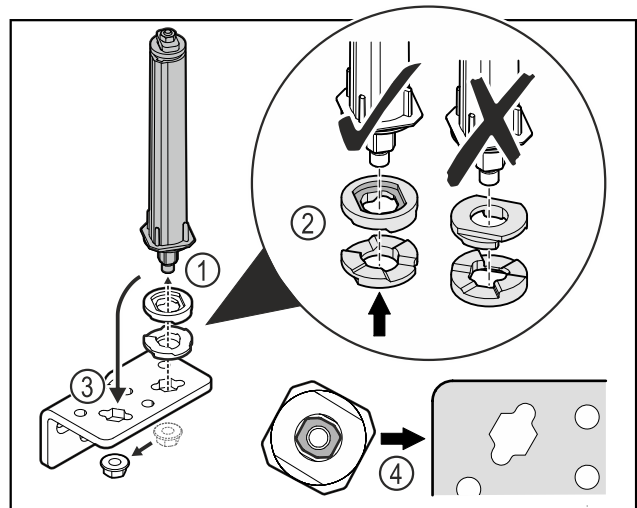

Fig. 37
- ▶ Mutter lösen und Türschließsystem entfernen Fig. 37 (1).
- ▶ Auf die korrekte Ausrichtung der Höhenverstellsscheiben achten Fig. 37 (2).
- ▶ Türschließsystem im Scharnierwinkel umsetzen und mit der Mutter fixieren Fig. 37 (3).
- ▶ Beim Einsetzen auf die korrekte Ausrichtung des Türschließsystems achten Fig. 37 (4).